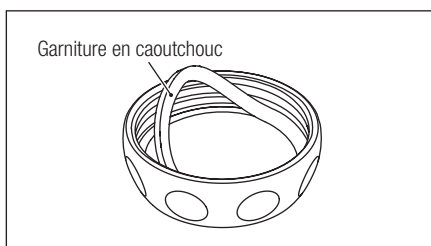

Fig. 19
- 2) Enlevez la garniture en caoutchouc et démontez le couvercle du compartiment à poudre. (Fig. 19)